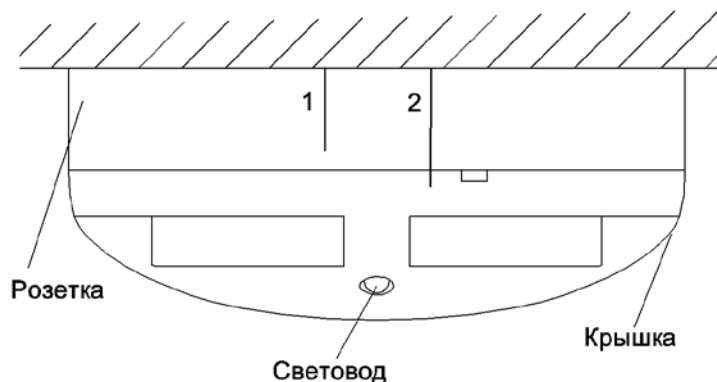
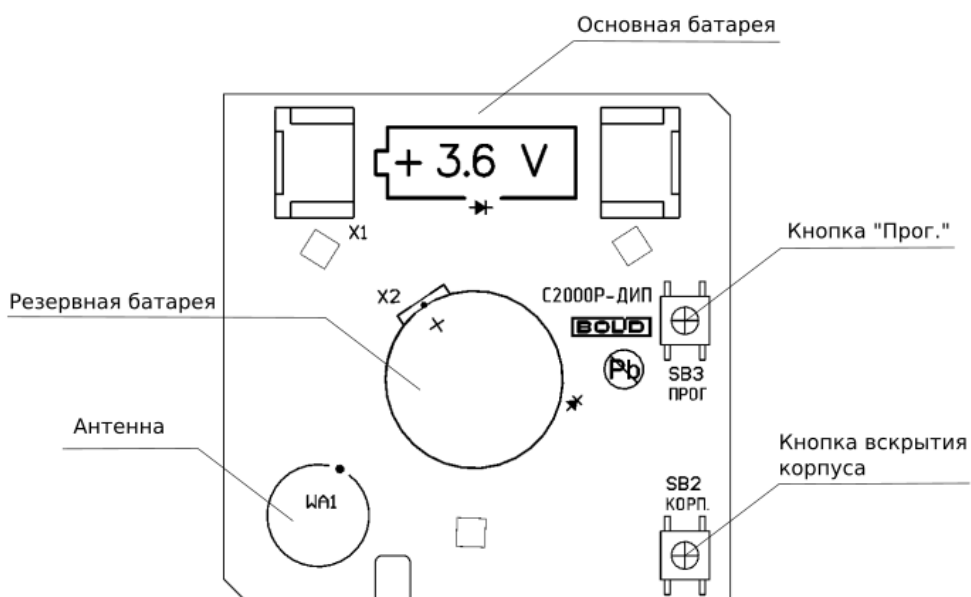

Рисунок 2.1 Внешний вид извещателя
Рисунок 2.3 Расположение элементов на плате
На розетке и крышке извещателя имеются риски для облегчения ориентирования частей корпуса при сборке (см. Рисунок 2.1). При установке извещателя в розетку следует совместить риску на крышке с риской 1 на розетке, затем повернуть крышку до совмещения с риской 2. Разборка производится в обратном порядке.
При обратной установке крышки, крепёжные выступы вставляются в пазы, указанные на Рисунке 2.2, и язычок должен совпасть с кнопкой вскрытия корпуса (см. Рисунок 2.3).
На плате извещателя располагаются элементы питания и органы управления прибором (см. Рисунок 2.3):
- При установке извещателя в розетку следует совместить риску на крышке с риской 1 на розетке, затем повернуть крышку до совмещения с риской 2 (см. Рисунок 2.1).
- Розетка извещателя устанавливается в монтажный комплект «МКЗ» и фиксируется с помощью двух шурупов таким образом, чтобы риски на корпусе розетки (см. Рисунок 2.1) совпали по расположению с рисками на фланце монтажного комплекта.
- Зажать кнопку «Прог.» на плате извещателя (см. Рисунок 2.3) на время более 3 секунд, либо направить луч лазерного тестера на световод извещателя (см. Рисунок 2.1) на время более 3 секунд.